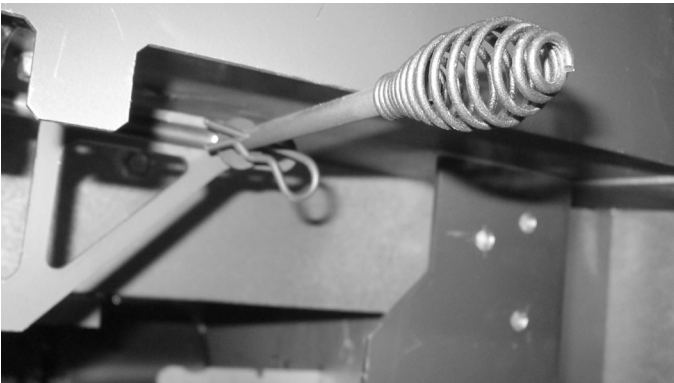

Figure 4.25 Réinstallation du clip en épingle et de la rondelle
11. Installez la rondelle et le clip en épingle à cheveux sur la tige. Voir la figure 4.25.